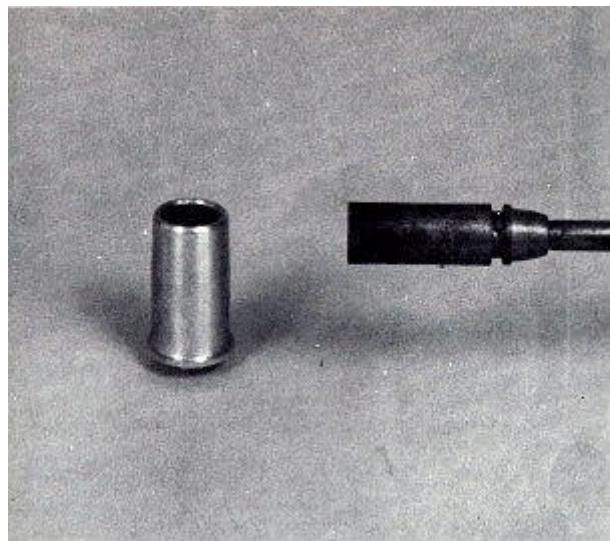

FIG. 177
4. Si usted no ha hecho, retire la arandela de goma, la pieza OLI-8115-11, desde el interior del pedestal amortiguador. Deja una nueva en el lugar y establecer la posición vertical del pedestal sobre una superficie plana y dura. Con un soplete de propano, caliente el pedestal al 150-2000 F. (Fig. 177) En este punto, inserte el extremo inferior del eje del amortiguador en el pedestal, empujándolo hasta el fondo hasta que esté completamente asentada.